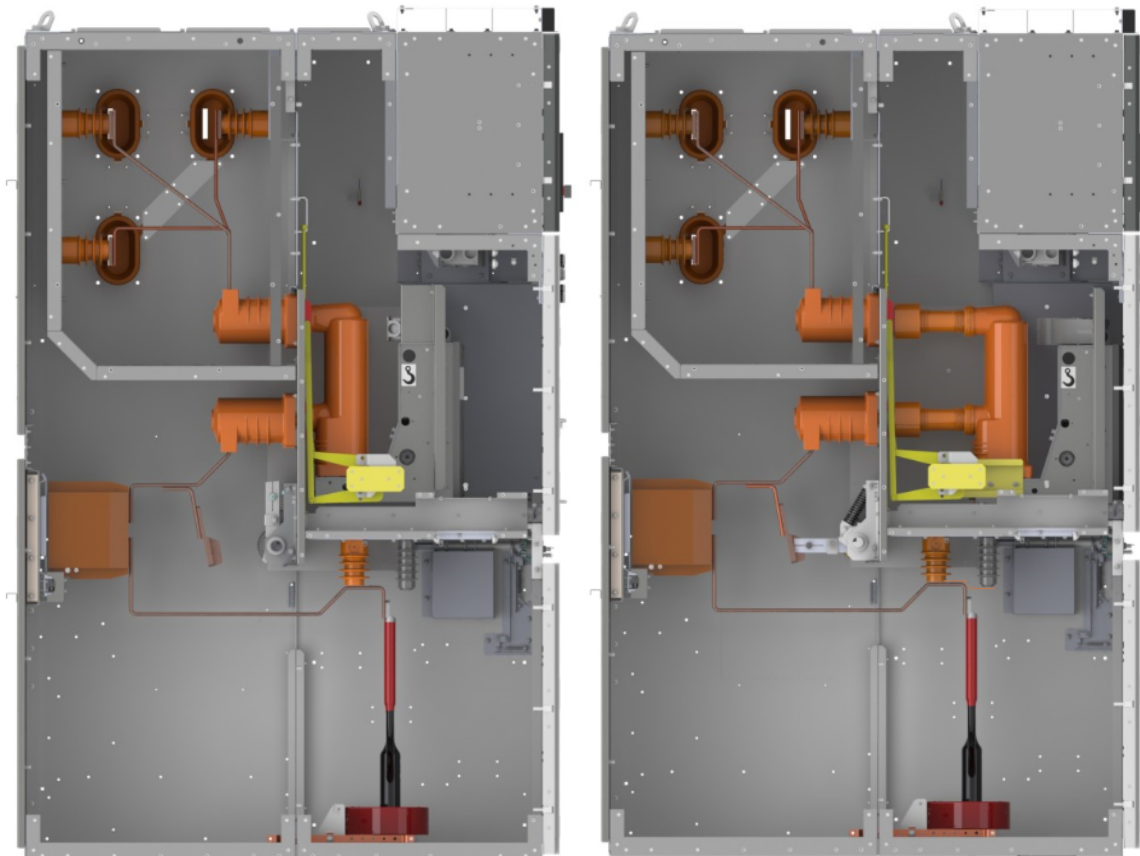

Рис. 7. Положения выкатных элементов на примере силового выключателя VF12 (слева – рабочее, справа – контрольное)
- рабочее (рис. 7, слева, шторочный механизм открыт, контакты главной цепи КРУ и выкатного элемента соединены, заход ламельных контактов в неподвижные контакты не менее 15 мм);
- контрольное (рис. 7, справа, шторочный механизм закрыт, контакты главной цепи КРУ и выкатного элемента разъединены).